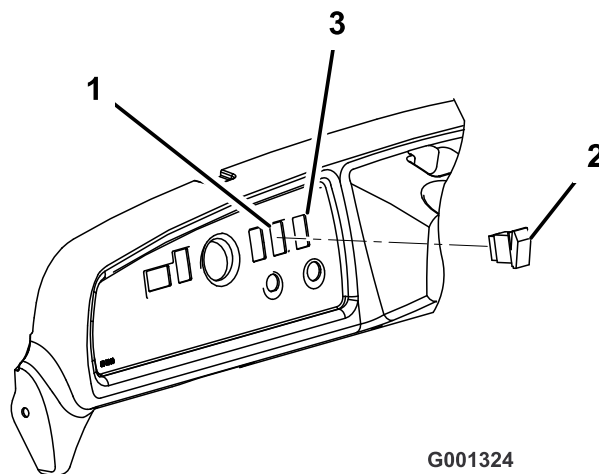

Figure 6
2. Enlevez l'obturateur dans le tableau de bord, sur la droite de la colonne de direction et au-dessus du commutateur à clé (Figure 6).
5. Appuyez sur la palette supérieure de la commande de relevage du plateau pour déployer l'actionneur (Figure 6).
6. Amenez la palette supérieure à la position 12 heures et insérez la commande de relevage de plateau dans l'ouverture du tableau de bord (Figure 6).